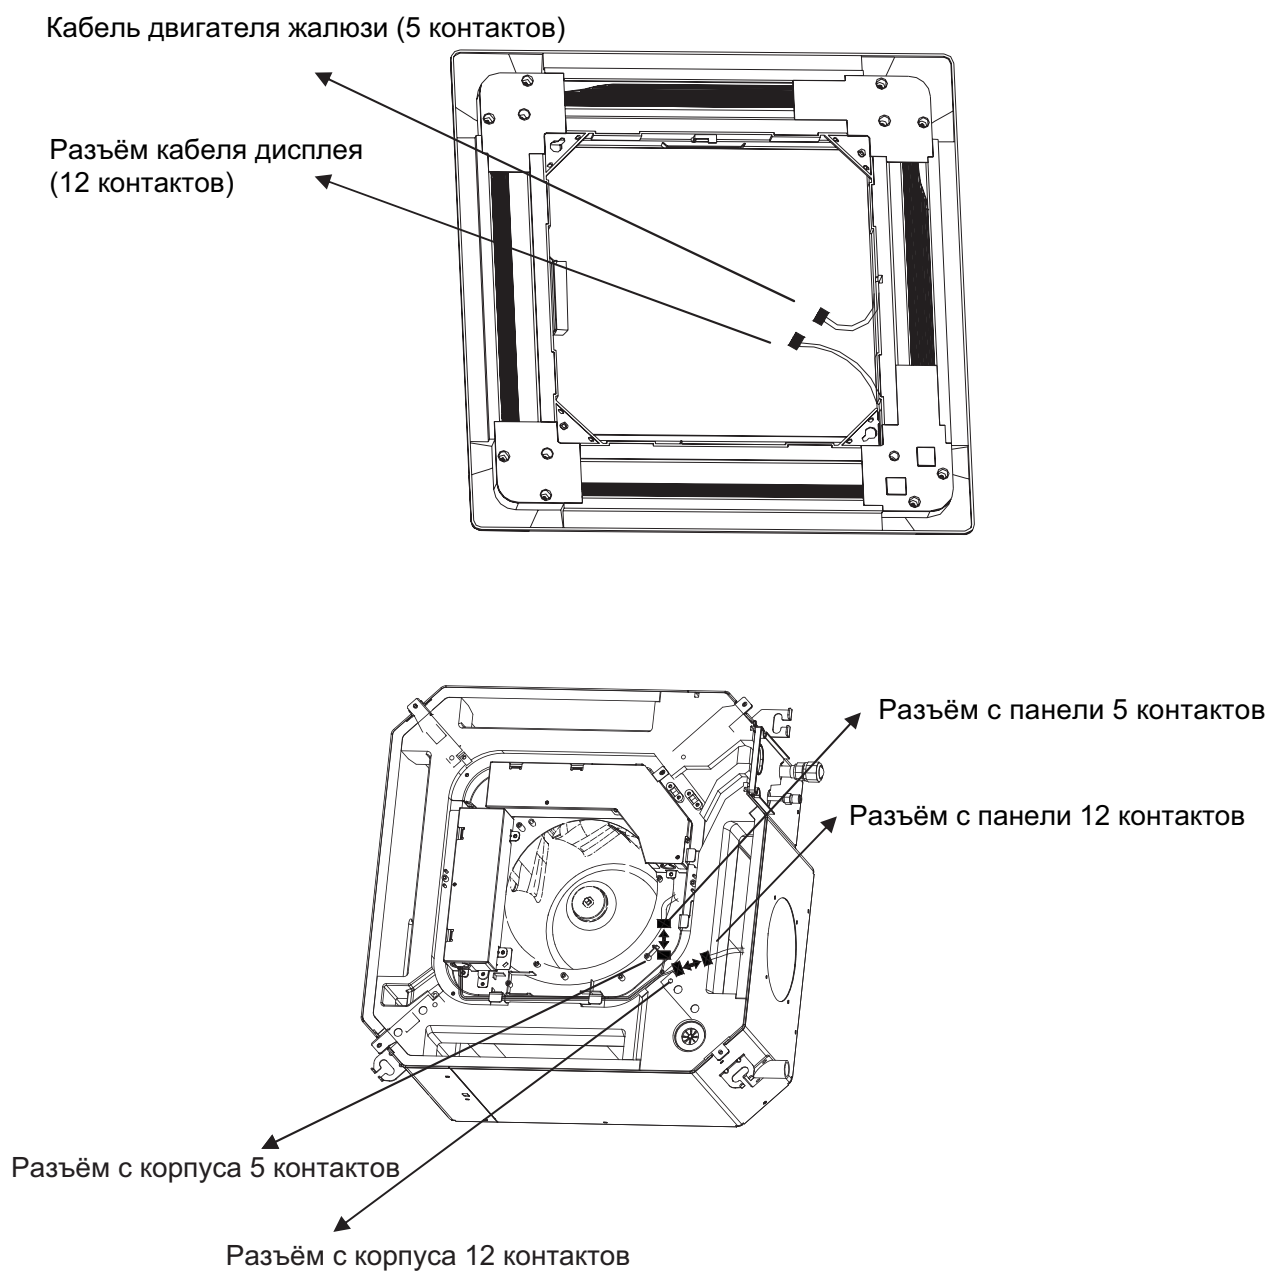

Рис. 25
1. Присоединить 12-ти контактный кабельный разъём, установленный на потолочной панели, к соответствующему разъёму распределительной коробки (рис. 25).
2. Присоединить 5-ти контактный кабельный разъём, установленный на потолочной панели, к соответствующему разъёму распределительной коробки (рис. 25).